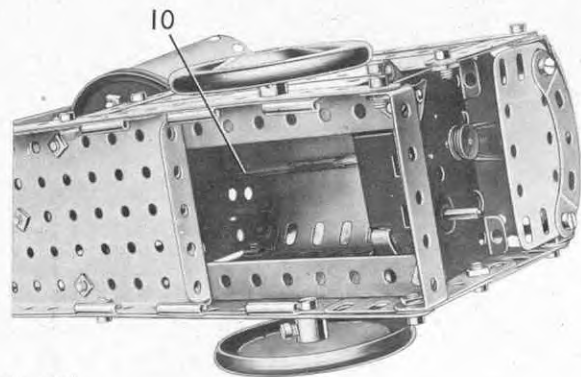

Fig. 4.1b
La cuve est entraînée par un moteur *Magic* boulonné sur les bandes de 25 trous à une des extrémités du châssis (Fig. 4.1b). L'entraînement s'opère grâce à une poulie de 12 mm. montée sur un axe (10) constitué par deux tringles de 9 cm. réunies par un raccord de tringles. Cette tringle passe à une de ses extrémités dans une bande de cinq trous boulonnée au travers des deux bandes de 11 trous qui supportent la trémie. L'autre extrémité de la tringle passe dans une plaque semi-circulaire boulonnée sur le flasque intérieur du moteur *Magic*. La tringle porte une poulie de 25 mm. (11) munie d'un anneau de caoutchouc disposé de façon à appuyer sur la gorge de la poulie (6). La poulie de 12 mm. est fournie avec le moteur *Magic*. Les côtés du capot sont constitués par les deux moitiés d'une plaque à charnières (12), des plaques flexibles de  $14 \times 6$  cm. (13) et une plaque flexible de  $6 \times 4$  cm. (14). Le dessus est constitué par deux plaques cintrées de 43 mm. de rayon et deux plaques de  $6 \times 6$  cm. légèrement incurvées et fixées sur des équerres à  $135^\circ$  elles-mêmes montées sur les côtés. Ces côtés sont bordés par des bandes de 11, de 5 et de 7 trous, et le dessus est renforcé par des bandes cintrées à glissières.